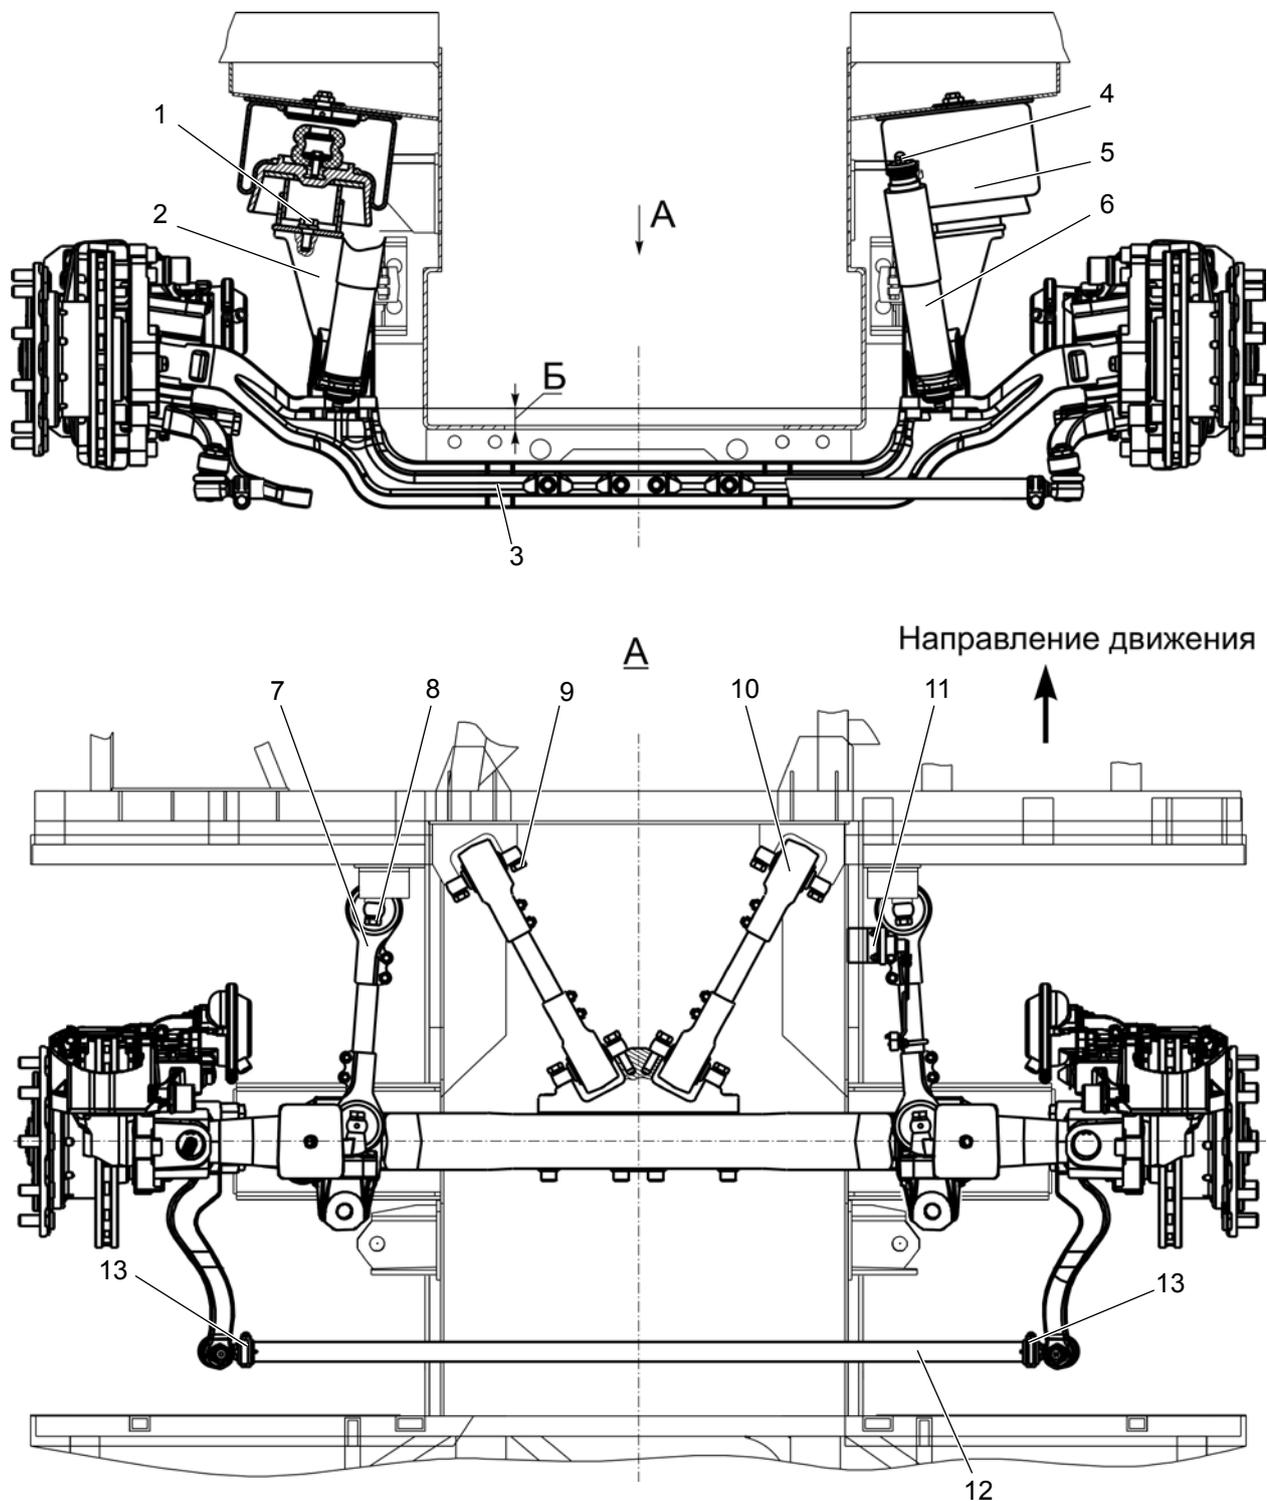

Рисунок 4.6.2 – Передняя подвеска:
Подвеска передней оси состоит из опор 2 (рис. 4.6.2), системы реактивных штанг, двух амортизаторов 6, двух пневмобаллонов 5 и крана уровня пола 11.
– момент затяжки болтов 8, 9 (рис. 4.6.2) крепления головок реактивных штанг к каркасу троллейбуса и к балке передней оси - 360...440 Н·м;
Регулировка схождения колес осуществляется изменением длины тяги 12 (рис. 4.6.2) путем ее вращения при ослабленных гайках хомутов 13. После регулировки затянуть гайки хомутов 13 моментом $70...80$ Н·м.